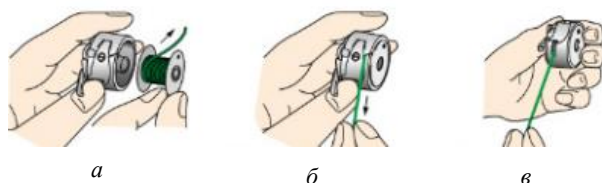

Рис. 7. Заправка шпульного колпачка
3. Вставьте шпульку с намотанной нитью в шпульный колпачок. Обратите внимание на направление нити, она должна проходить по часовой стрелке (рис. 7 а).
4. Протяните нить рабочей рукой через косую прорезь шпульного колпачка (рис. 7 б).
5. Протяните нить под прижимную пружину, а затем в прорезь на конце пружины шпульного колпачка (рис. 7 в).